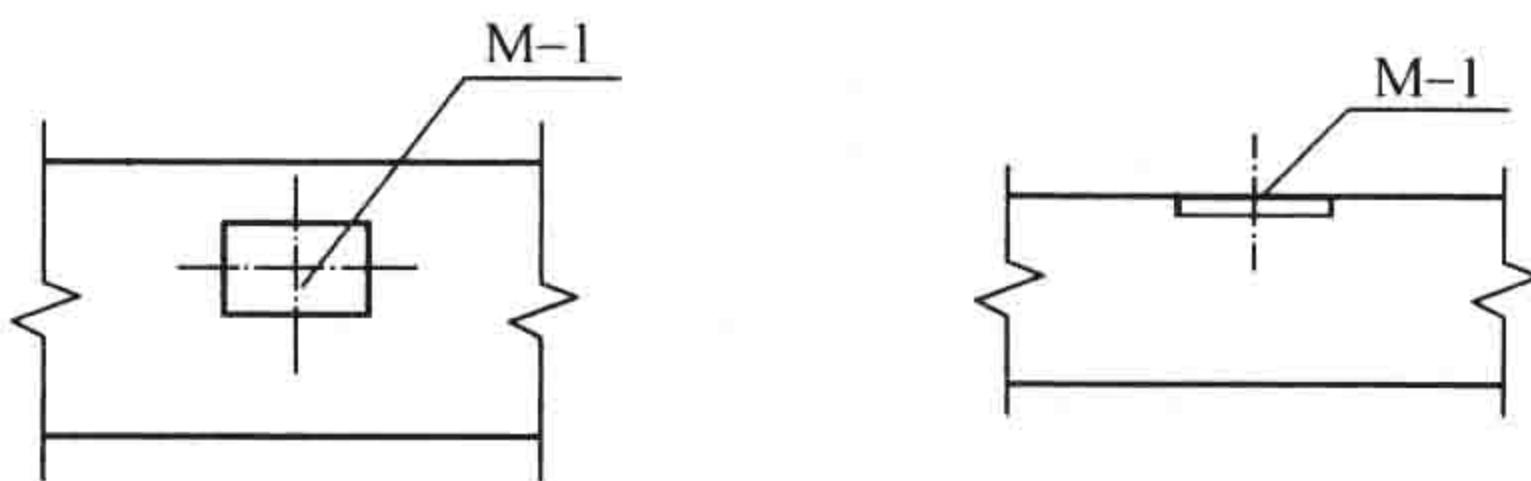

图 1-1 预埋件的表示方法
(2) 预埋件、预留孔洞的表示方法。
① 在混凝土构件上设置预埋件时，可按图 1-1 的规定在平面图或立面图上表示。引出线指向预埋件，并标注预埋件的代号。